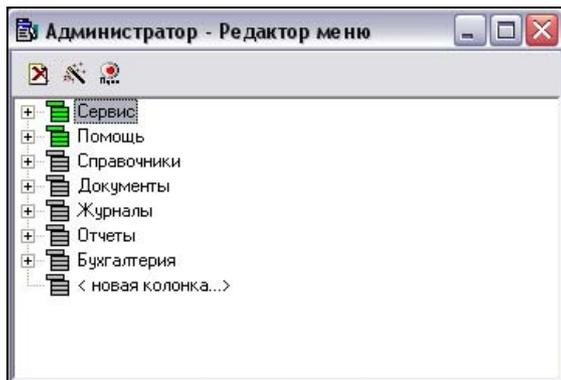

Рис. 5.74. Редактор меню
2. Появится редактор меню (рис. 5.74).